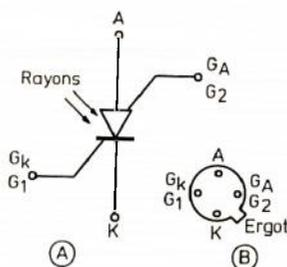

Figure 21
A la **figure 21 (A)** on donne son symbole schématique. Ce composant se caractérise par un boîtier hermétique et peut être utilisé en lumière ou en radiations infrarouges proches. Il convient en signaux alternatifs. Grâce à sa lentille, le BPY 78 est insensible aux lumières parasites. L'ouverture est de  $15$ ° (demi-angle).
Le boîtier comprend une embase à quatre fils (voir **figure 21 B**). Vu de dessous le brochage se présente avec le fil  $G_1 - G_2$  à droite de l'ergot et le fil  $K$  à gauche.